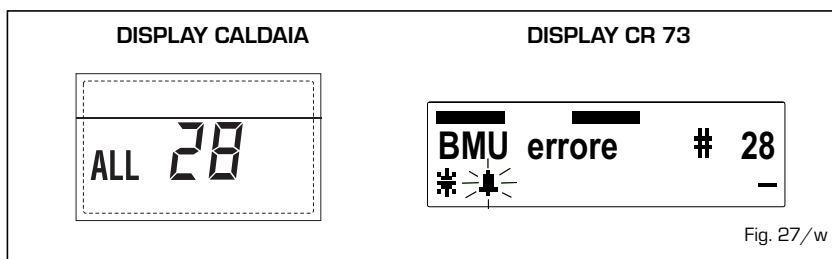

Fig. 27/w
– **ANOMALIA NUMERO SCHEDINI COLLEGATI "ALL 29 - # 29"** (fig. 27/y)